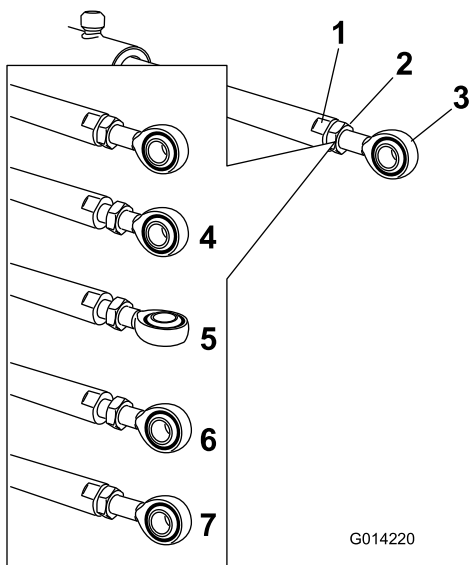

Figure 94
4. Placez une clé sur les méplats de la tige de vérin pour l'immobiliser, puis desserrez l'écrou de blocage pour pouvoir manipuler la tige à œillet (Figure 94).
5. Tournez la tige à œillet dans la tige du vérin pour raccourcir ou allonger le vérin déployé à la position voulue (Figure 94).